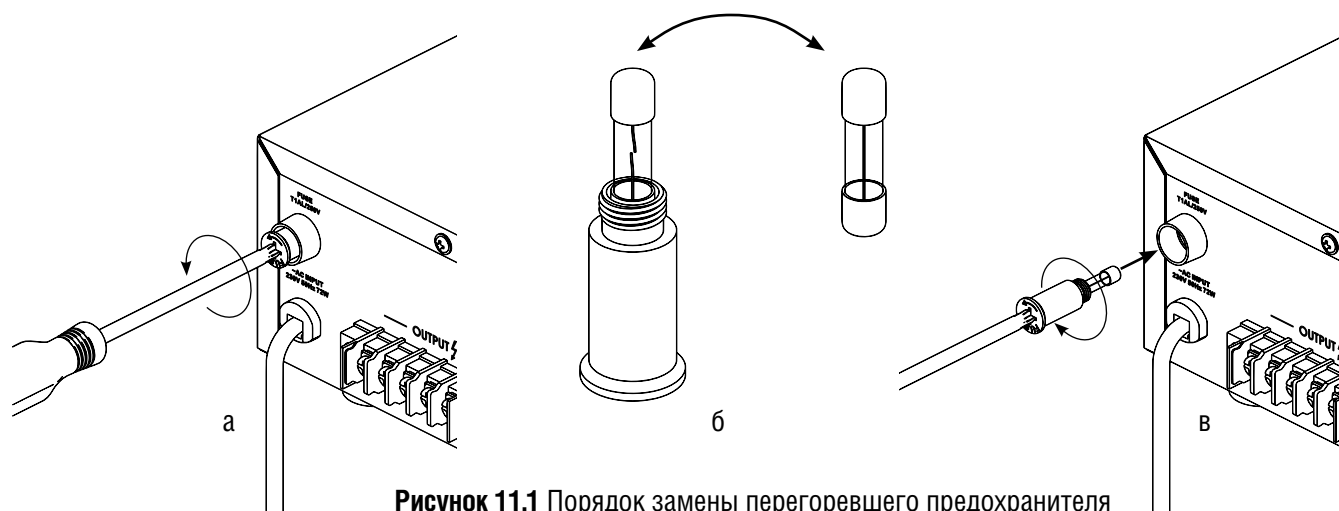

Рисунок 11.1 Порядок замены перегоревшего предохранителя
2. Извлеките крышку предохранителя из трансляционного усилителя поворачивая её против часовой стрелки крестовой отвёрткой (**Рис. 11.1, а**).
3. Замените перегоревший предохранитель исправным, предварительно убедившись, что в крышке не осталось посторонних предметов (**Рис. 11.1, б**).
4. Вставьте крышку с исправным предохранителем в трансляционный усилитель и плотно закрутите её, поворачивая по часовой стрелке (**Рис. 11.1, в**).